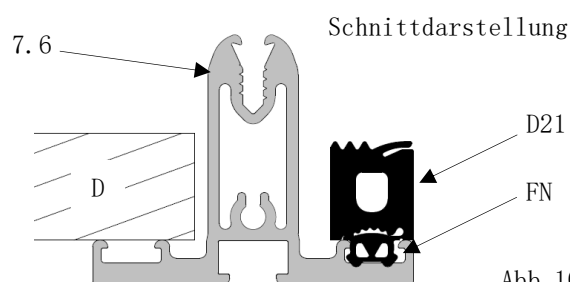

Abb. 102
- *siehe Schnittdarstellung Abb. 102*